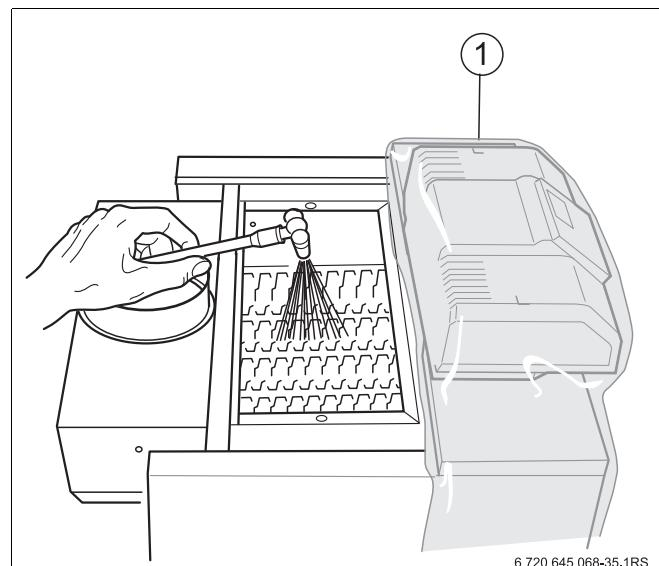

Рис. 40 Влажная чистка котла
- Накрыть систему управления пленкой (Рис. 40, **поз. 1**). Не допускать попадания аэрозольного тумана в систему управления.
- Сверху распылить равномерно чистящее средство в газоотводящих каналах (Рис. 40).